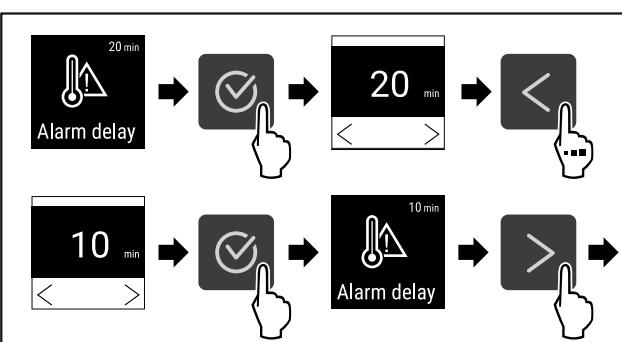

Fig. 99
- Изпълнете стъпките (виж Fig. 99).